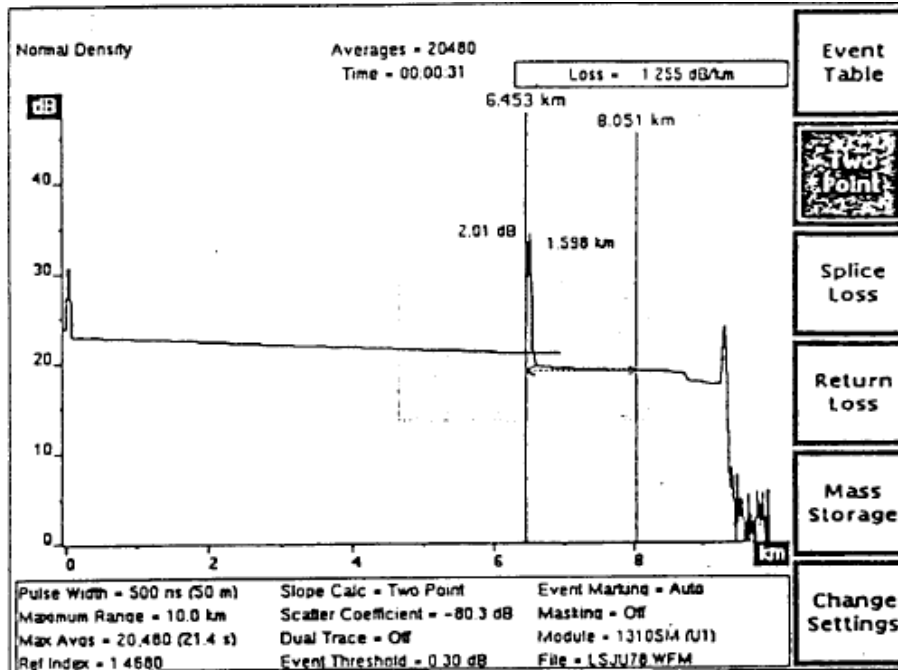

FIG. 3.6 Ubicación de cursor activo
1. Gire la perilla CURSOR para ubicar el cursor activo (Fig. 3.6) de distancia sobre el borde superior del primer evento. A medida que mueve el cursor de distancia, el cursor de pérdida sigue la pendiente de la forma de onda.